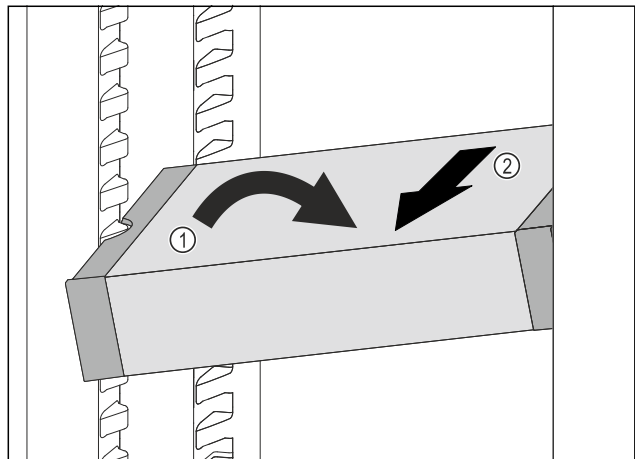

Fig. 106
- ▶ Impostare il vano frigorifero di VarioSafe ad angolo. Fig. 106 (1)
- ▶ Rimuovere VarioSafe tirando in avanti. Fig. 106 (2)